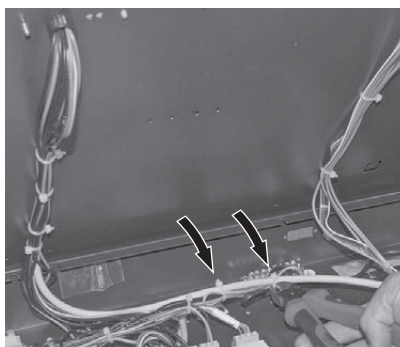

Fig. 167 Passare il cavo di rete nel quadro di comando, allentare le 2 fascette per cavi
- ▶ Sollevare il coperchio dal quadro di comando e passare il cavo di rete nel quadro di comando. Rimuovere le 2 fascette per cavi – Fig. 167.